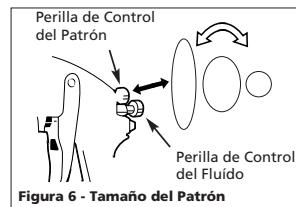

Figura 6 - Tamaño del Patrón
- Seleccione la forma del patrón. Si desea cubrir una superficie amplia, gire la perilla de control en sentido contrario a las agujas del reloj. Si desea un patrón circular, girela en el mismo sentido de las agujas del reloj (Vea la Figura 6).